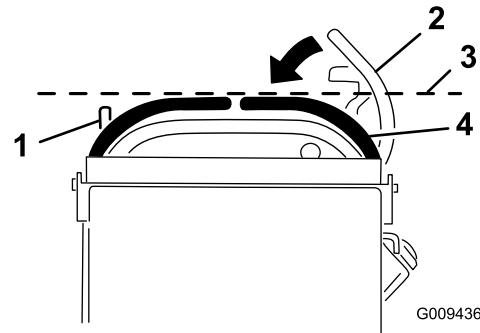

Figura 16
3. Spingete in giù la leva di controllo del movimento destra per toglierla dalla posizione di blocco in folle (Figura 16).
4. Controllate se è allineata orizzontalmente con la leva di controllo del movimento sinistra (Figura 16).